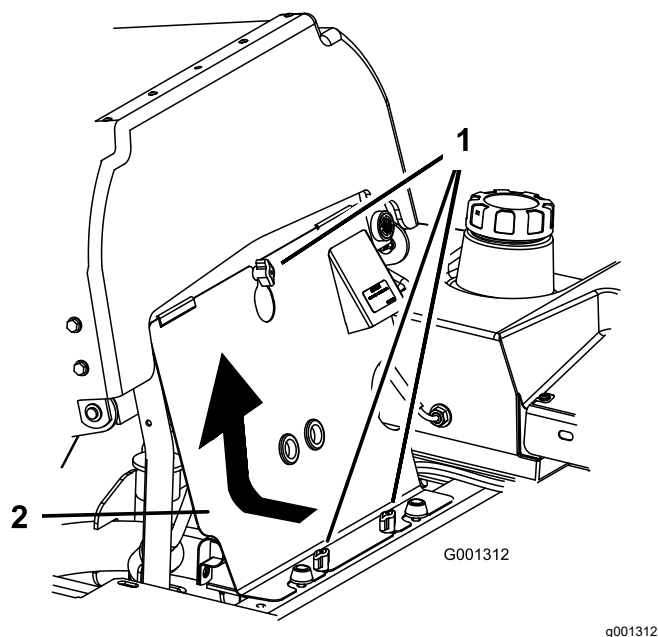

Рисунок 91
3. Ослабьте ручки крепления передней панели двигателя и снимите панель (**Рисунок 91**).